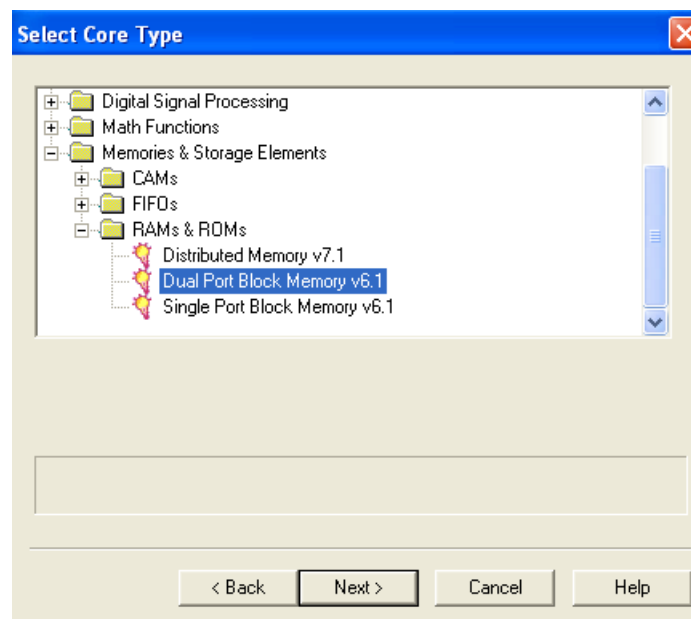

Рис. 2. Диалог Выбора Типа IP Core
- ③ Нажмите **Next**
- ④ В диалог **Select Core Type**, раскройте **Memories & Storage Elements**, далее раскройте **RAMs & ROMs**, и выберите **Dual Port Block Memory v6.1**, как показано на **Рис. 2**